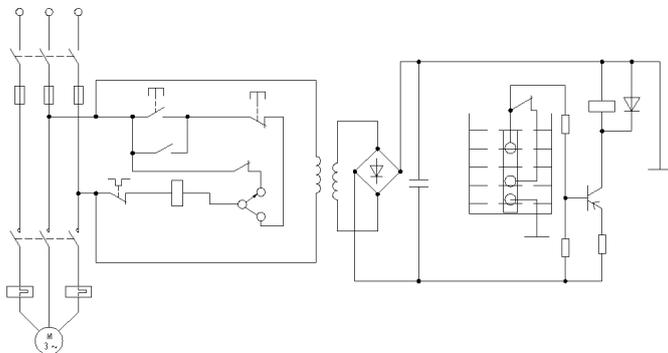

图 11-74 绘制导线连接点
(7) 按照同样的方法, 在其他导线节点处绘制导线连接点, 绘制结果如图 11-74 所示。